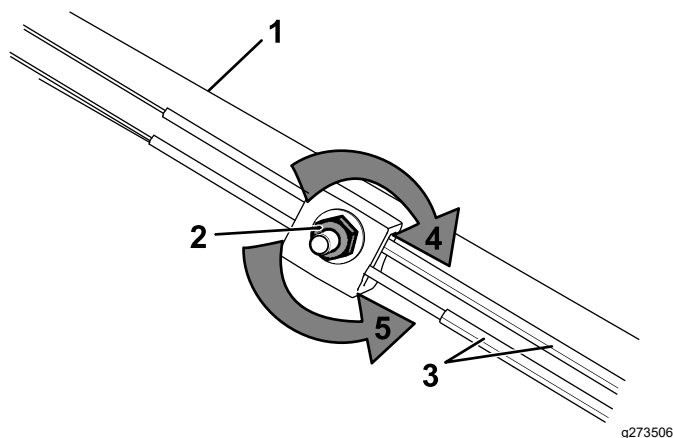

Figura 29
1. Girate il dado di regolazione in senso antiorario per allentare le regolazioni del cavo (Figura 29).
2. Regolate la tensione dei cavi (Figura 29) tirandoli indietro o spingendoli in avanti e mantenendoli in quella posizione.